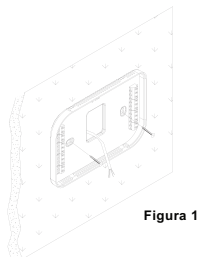

Figura 1
- Monte la base en la pared utilizando los dos tornillos auto roscables #6 x 13 mm (1/2") suministrados - Veá Figura 1.